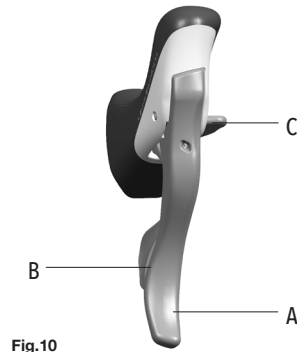

Fig.10
• La leva B (Fig. 10) del comando destro agisce sul cambio facendo salire la catena sul pignone superiore.
• La leva C (Fig. 10) del comando destro agisce sul cambio facendo scendere la catena sul pignone inferiore.
• È possibile spostare le leve B e C (Fig. 10) del comando destro di più click consecutivi per far salire (al massimo di 3 pignoni) o scendere (al massimo di 3 pignoni per Ergopower Ultra Shift) la catena con un solo movimento.